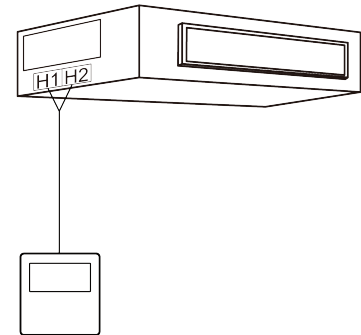

Fig. 5.6
1) La Fig. 5.6 montre l'installation de la commande filaire.